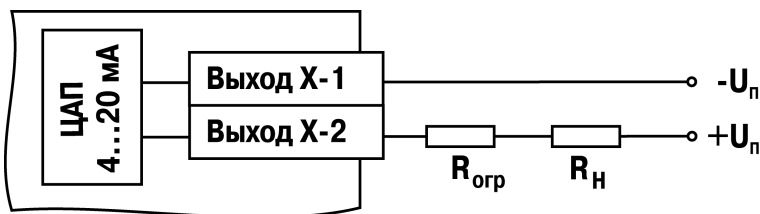

Рисунок 3.3 – Схема подключения нагрузки к ВУ типа «И»
**Формирователь токового сигнала (выход И)** преобразует на активной нагрузке  $R_H$  значение на выходе в токовый сигнал 4...20 мА (см. рисунок 3.3).